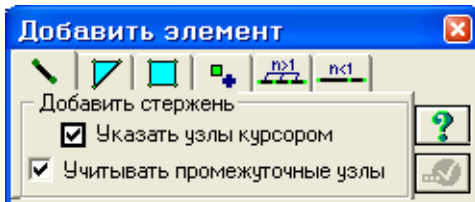

Рис.9.12. Диалоговое окно **Добавить элемент**
- Далее с помощью меню **Схема** ⇒ **Корректировка** ⇒ **Добавить элемент** (кнопка на панели инструментов) вызовите диалоговое окно **Добавить элемент** (рис.9.12).